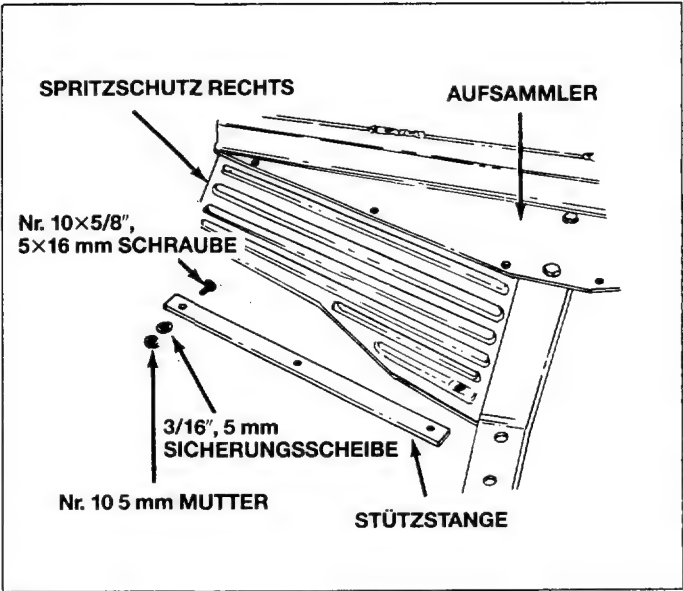

Bild 4
3. Den Spritzschutz auf der rechten und linken Seite am Aufsammler mittels 6 Schlitzschrauben 4×16 mm(Nr. 10×5/8"), Sicherungsscheiben, Muttern und zwei Stützen anbringen. Siehe Bild 4. Die Stützstangen unter Spritzschutz und Aufsammler anbringen. Dann die Schlitzschrauben durch Gehäuse und Stangen durchführen und mit Sicherungsscheibe und Mutter sichern. Spritzschutz und Zugstange gut festziehen.